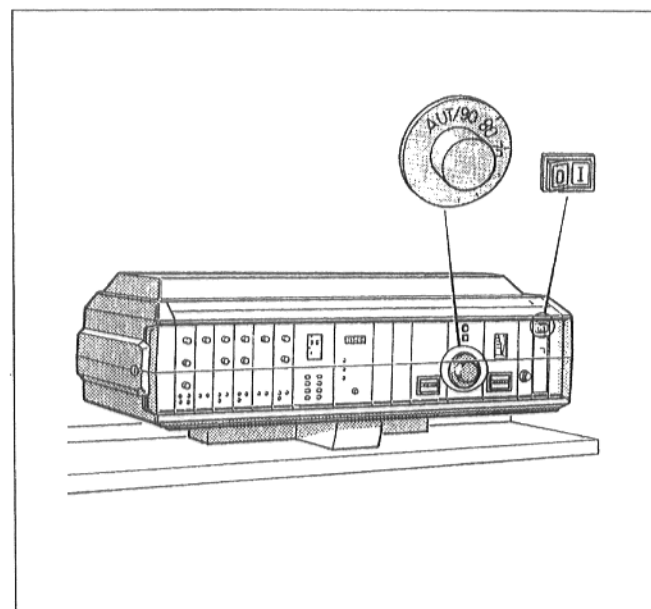

Рис. 2
- Установить переключатель режима работы (рис. 2) на поз. I (ВКЛ).
- Установить регулятор температуры котельной воды (рис. 2) на желаемую температуру. У "Ecomatic-регулирования" установить на "AUT".
- Установить переключатель режима работы (рис. 2) на поз. 0 (ВЫКЛ).